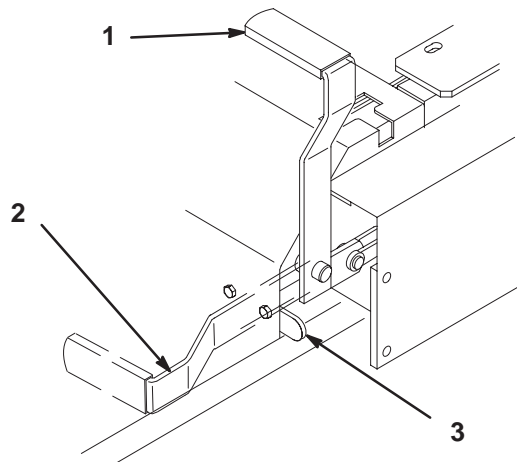

Figure 10
2. Tirez le frein de stationnement en arrière et vers le haut pour le serrer (Fig. 10). Une fois **serré**, le frein de stationnement ne doit plus bouger.
1. Poussez le levier du frein de stationnement vers l'avant et vers le bas (Fig. 10) afin de le desserrer. Le frein de stationnement est **desserré** et le levier est en appui contre la butée du frein.